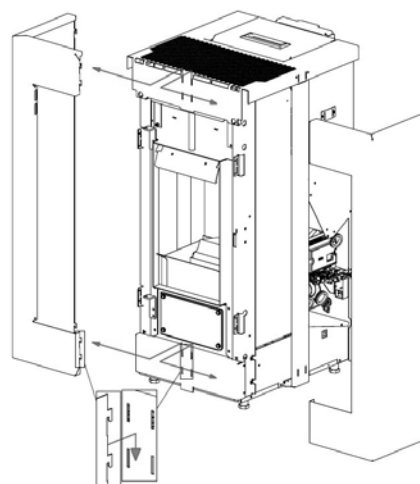

Fig. 55 - De zijpanelen losmaken
- De voorste zijpanelen losmaken (zie **Fig. 55**).